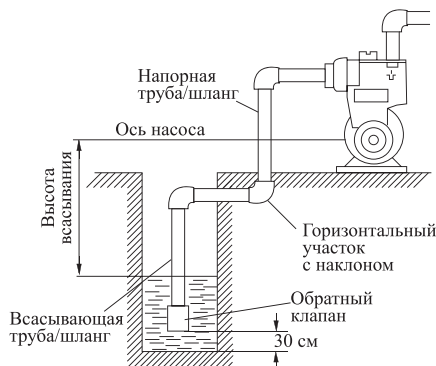

рис. 2
4.4 Присоедините к входному отверстию всасывающую трубу (шланг) и опустите её в воду, как показано на рис.2.
Внимание! Для оптимальной работы насоса-автомата на всасывающую трубу необходимо установить обратный клапан (не входит в комплект поставки) (рис.2).